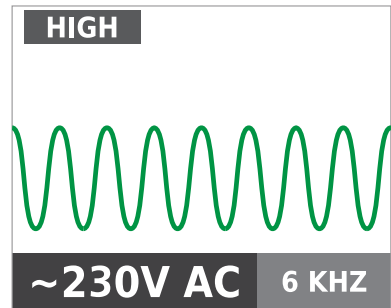

Figur 3.1a
2. Anslut röd ledning till strömförande linjeledning (på systemets belastningssida). Signalen kommer ENDAST att sändas mellan uttaget som sändaren är ansluten till, och strömkällan (se Figur 3.1a). (se avsnitt 2.2 för utförligare förklaring).